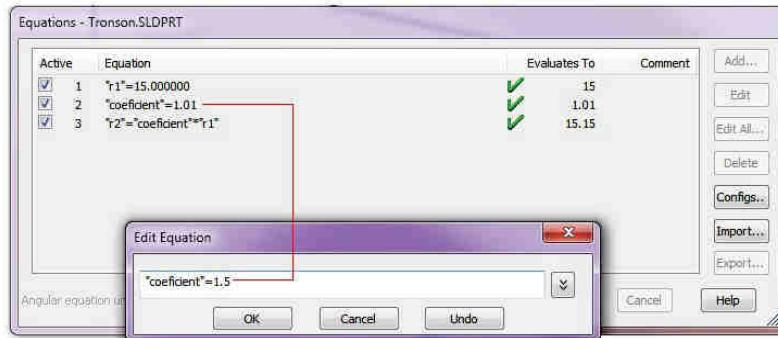
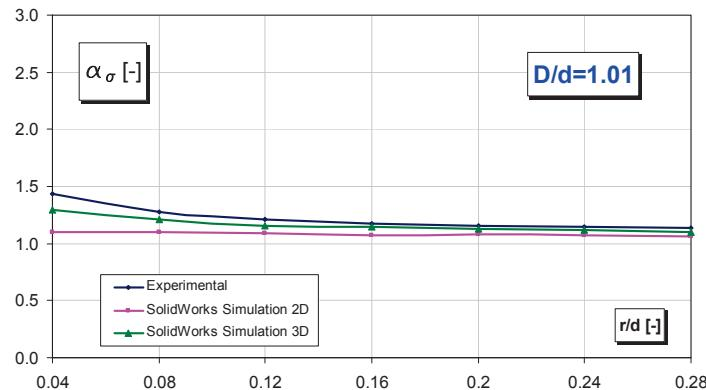

Fig. 11.15
Fig. 11.21
- Operațiile vor fi repeteate după modificarea valorii parametrului **coefficient**, astfel încât să se parcurgă restul de valori ale șirului „D/d” : 1.01, 1.05, 1.15, 1.50. Din meniul SolidWorks se va activa fereastra **Equations**, fig. 11.15, în succesiunea **Tools** → **Equations**. Prin selecția relației asociate parametrului **coefficient** și click pe butonul **Edit** se poate modifica valoarea acestuia.
- The steps from this paragraph will be repeated by modifying the **coefficient** value to traverse all the remaining values of the „D/d” ratio: 1.01, 1.05, 1.15, 1.50, 2.00. The window **Equations**, fig. 11.15, will be activated from the SolidWorks main menu: **Tools** → **Equations**. By selecting the **coefficient** formulas and clicking the **Edit** button, the **coefficient** value can be modified.
- Rezultatele studiilor de analiză sunt prezentate în fig. 11.15...fig. 11.20, tab. 11.1, fig. 11.21... fig. 11.25.